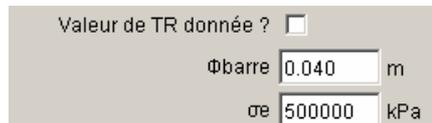

Figure 45 : boîte de dialogue Renforcements : onglet 1 (clous), avec case "Valeur de TR donnée" décochée
- ou doit être calculée à partir du diamètre de la barre (Φ_{barre} en m) et de la limite élastique (σ_e en unité de pression) (Figure 45). Ce choix est le choix par défaut.